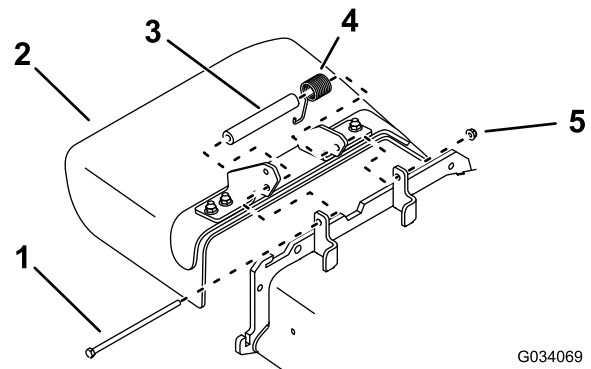

Figure 1
2. Retirez le contre-écrou, le boulon, le ressort et l'entretoise qui fixent le déflecteur d'herbe aux supports de pivot (Figure 1). Retirez le déflecteur d'herbe.